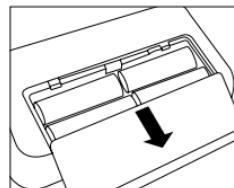

Abb.1
- Öffnen Sie die Batterieabdeckung auf der Geräteunterseite (siehe Abb. 1). Setzen Sie die Batterien (siehe Kapitel 13 „Technische Daten“) ein. Achten Sie dabei auf die richtige Polarität („+“ und „–“) beim Einlegen. Schließen Sie den Batteriedeckel wieder. Das Gerät schaltet automatisch in die Datum-/ Zeitfunktion und bei der ersten Anwendung wird die Zahl „**3 1**“ als Tag und die Zahl „**12**“ als Monat im Display angezeigt. Das eingestellte Datum ist somit der 31. Dezember. Stellen Sie nun, wie untenstehend beschrieben, Datum und Uhrzeit ein.